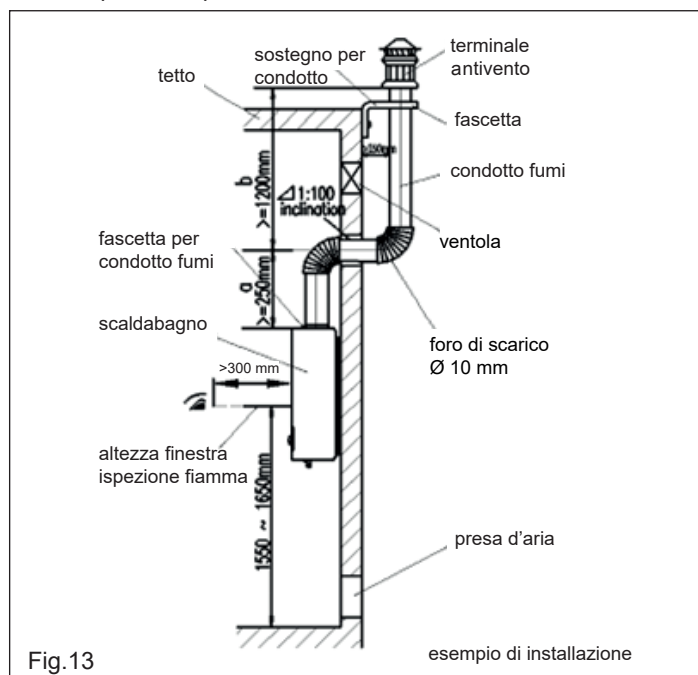
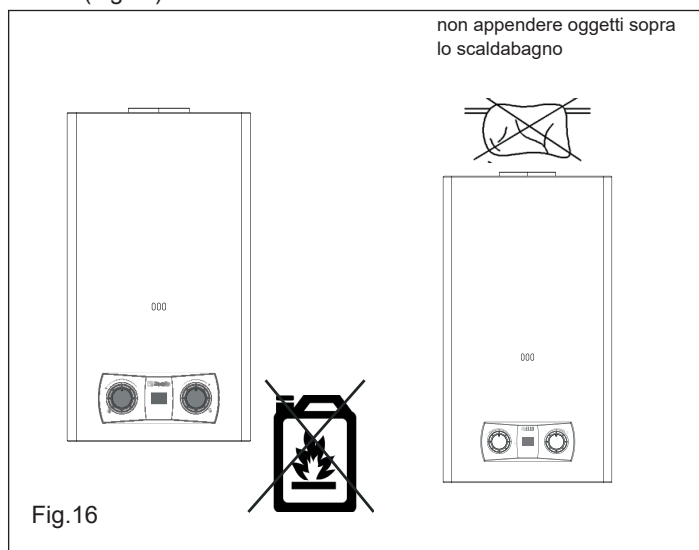

Fig.13
Fig. 16
Essendo questo apparecchio del tipo B11Bs è previsto il collegamento a canna fumaria (Fig.13). I requisiti dettagliati sono i seguenti:
- All'uscita della canna fumaria può essere fissato terminale antivento (non fornito), che non dovrà essere ostruito. Per prevenire l'ostruzione del condotto, è obbligatorio installare rigorosamente il condotto di scarico secondo la Fig.13. È molto importante mantenere la dimensione  $1450\text{mm} \leq a + b \leq 1850\text{mm}$ . La tenuta del collegamento del condotto della canna fumaria deve essere buona. Dopo l'installazione del condotto, verificare che l'apparecchio possa funzionare normalmente. Se il condotto della canna fumaria deve attraversare materiali combustibili o una parete, è necessario utilizzare il materiale dello scudo termico per riempire il condotto della canna fumaria con uno spessore superiore a 20 mm.
- Non collocare materiali, soprattutto infiammabili, sotto, vicino, sopra il prodotto (Fig. 16) e non bloccare l'ingresso dell'aria (Fig. 13).
- Per lo scarico dei prodotti della combustione è necessario installare una canna fumaria come mostrato in Fig. 13, mantenendo pulita l'aria all'interno dell'ambiente.